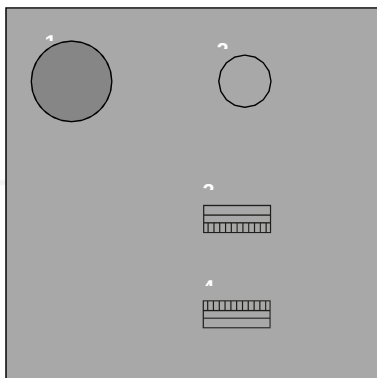

Рис. 4
10. Гнездо на корпусе столешницы для подключения микрофона (рис. 4)
Установите антенну Wi-Fi в соответствующее гнездо (рис. 2). Вставьте микрофон (поставляется в комплекте) в гнездо на столешнице трибуны (рис. 4) до щелчка, затем возьмите XLR кабель и подключите один его конец в гнездо вывода звука на корпусе (рис. 3), а другой к транслирующей аудиоаппаратуре. Подключите кабель питания 220В (поставляется в комплекте) к гнезду подключения питания 220В (рис. 3) и к розетке
электрической сети 220В. Произведите запуск оборудования, нажав на пусковую кнопку (пусковой замок опционально). Если микрофон необходимо извлечь, нажмите на язычок (рис. 4) и аккуратно потяните микрофон вверх.